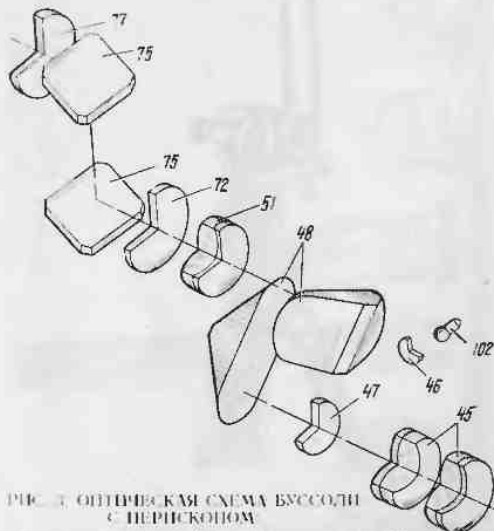

РИС. 3. ОПТИЧЕСКАЯ СХЕМА БУССОЛИ С ПЕРИСКОПОМ
5.3.1. Оптическая схема буссоли с перископом (рис. 3) состоит из двух частей — оптической системы буссоли и оптической системы перископа.